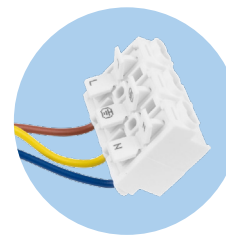

Fig. 7. Borne de connexion pour une pompe de circulation.
- Connectez la pompe de circulation au régulateur à l'aide de la borne électrique d'usine (Fig. 7).